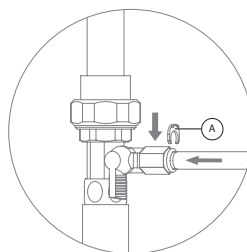

Рис. 9
2. Пластиковую трубку, идущую на вход в систему присоедините к фитингу адаптер-вентилья (см. раздел «Присоединение трубок» (стр. 8)), (рис. 9).